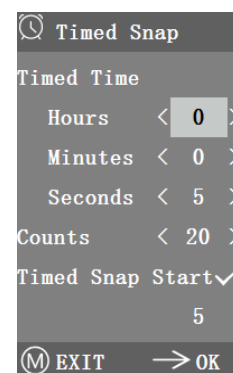

Fig. 38
2. En este punto, el número salta por debajo. Este es el número de fotos que se han tomado con éxito hasta ahora. (Fig. 38)